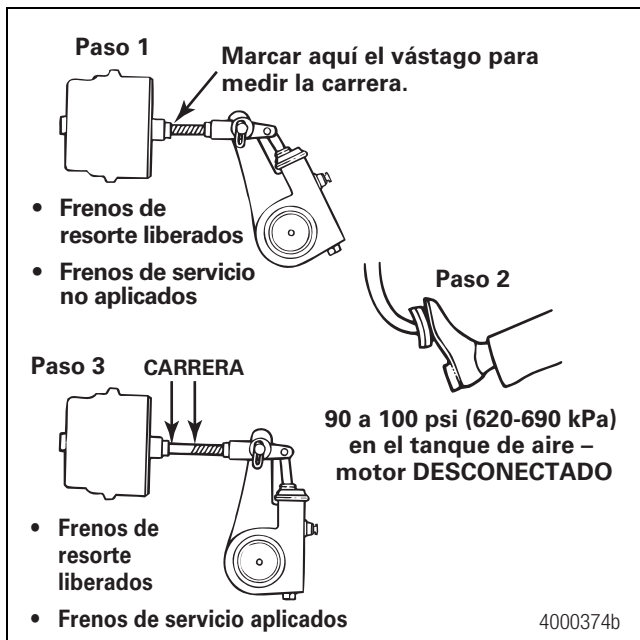

Figura 6.4
- Con los frenos liberados, marque el punto donde el vástago sale de la cámara. Mida y anote la distancia. Haga que otra persona aplique y mantenga los frenos completamente aplicados. Figura 6.4. Mantenga la regla en posición paralela al vástago y mida con todo cuidado. Un error de medición puede afectar los límites de reajuste fijados por CVSA. CVSA estipula que "todo freno que esté ¼ de pulgada o más, más allá del límite de reajuste, o cualesquiera dos frenos que estén menos de ¼ de pulgada más allá del límite de reajuste, serán motivo de rechazo".
- Mida la carrera del vástago o la carrera ajustada de la cámara desde donde el vástago sale de la cámara de frenos hasta la marca que hizo antes en el vástago. Mida y anote la distancia. Figura 6.4.